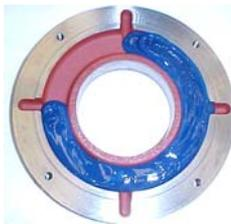

Figure 7.5: Chapeau de palier externe
- Remplir jusqu'aux ¾ des dépôts des chapeaux de paliers intérieurs et extérieurs avec la graisse recommandée (Figure 7.5) et lubrifier le palier à rouleaux avec suffisamment de graisse avant de le monter;